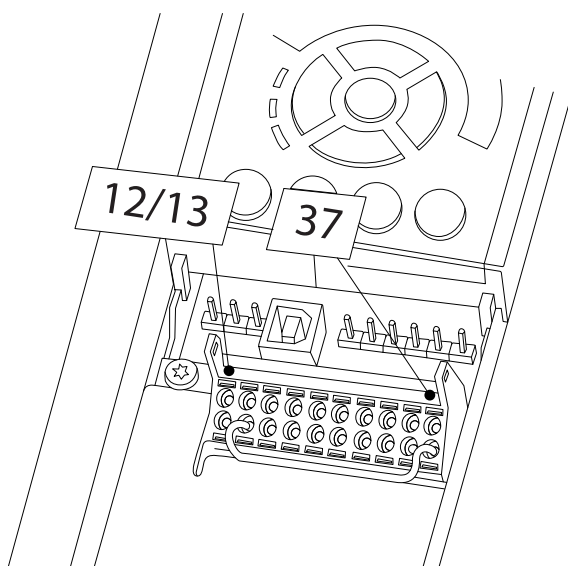

Ilustración 3.39 Puente entre el terminal 12 / 13 (24 V) y 37
1. Retire el cable de puente entre los terminales de control 37 y 12 ó 13. No basta con cortar o romper el puente para evitar los cortocircuitos. (Consulte el puente de la *Ilustración 3.39*.)